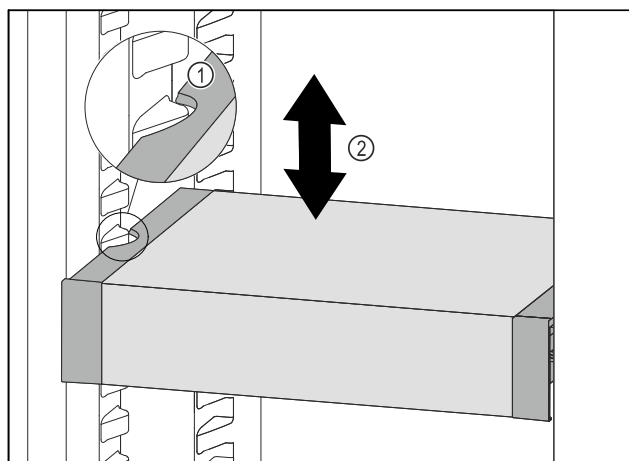

Fig. 77
- ▶ VarioSafe ťahajte dopredu, dokým sa bočné vybrania VarioSafe nebudú nachádzať vo výške rebra nádoby v chladničke. Fig. 77 (1)
- ▶ VarioSafe v chladničke presúvajte nahor alebo nadol, dokým sa dosiahne požadovaná výška. Fig. 77 (2)